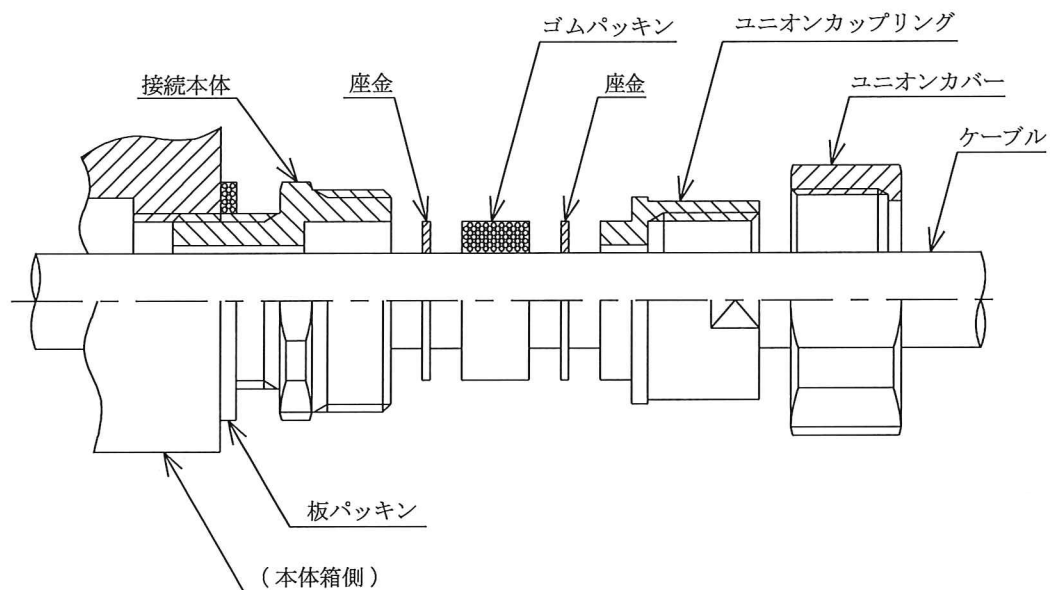
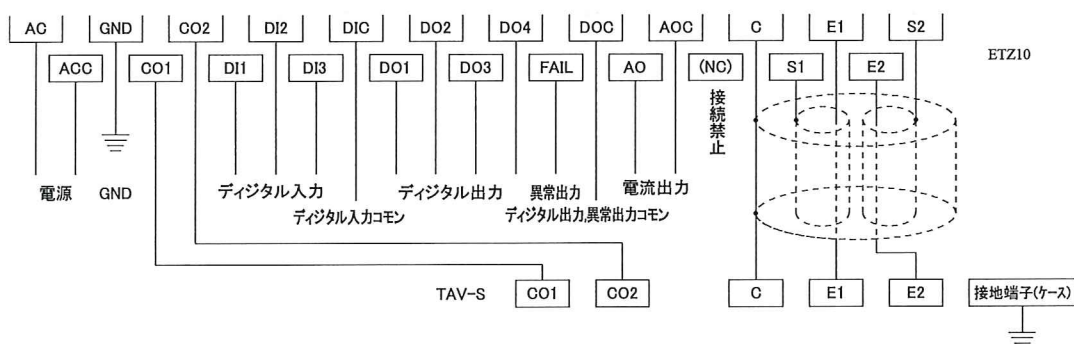
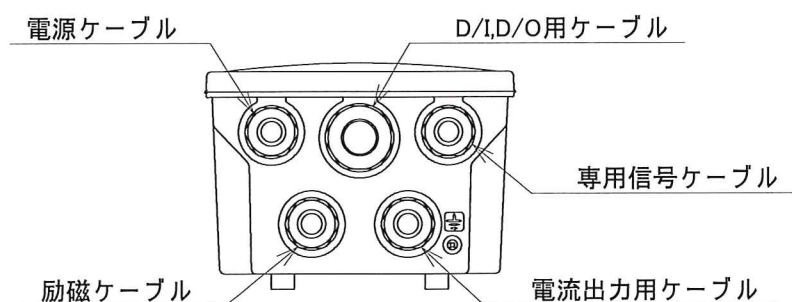
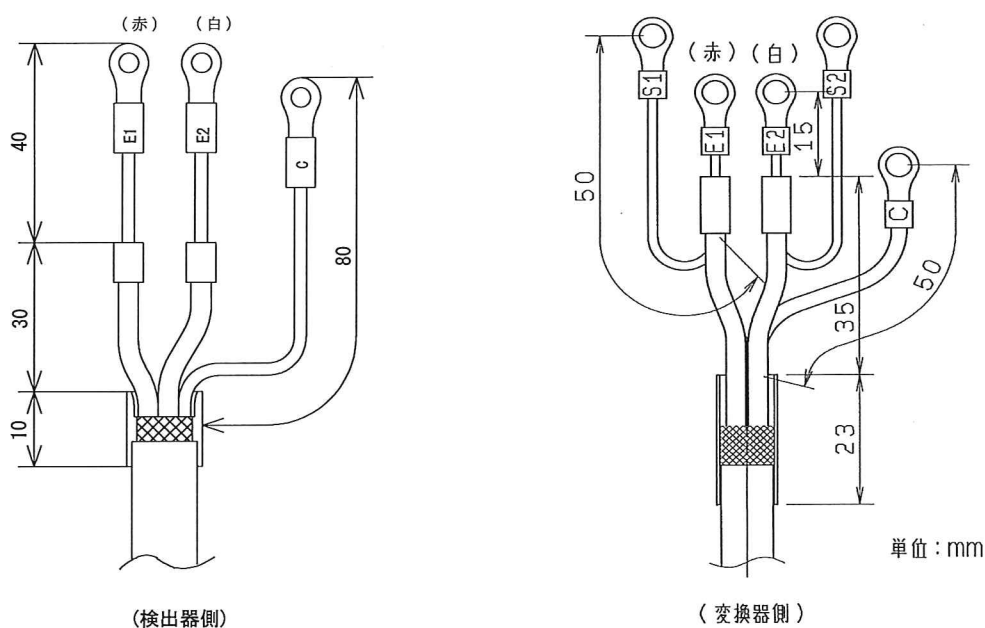

図4.7 水防グランド取付方法
図4.8 端子記号とその配線
図4.9 水防グランドとその配線
図4.10 端末処理
- (1) 検出器の防水、防塵を保つため、端子箱のカバーや水防グランドを外したまま放置しないでください。付属の水防グランドを図4.7, 図4.9のように使用してください。配線が終了したら水防グランドのグランドを確実にしめつけてシールを完全に行ってください。1つの水防グランドに通すケーブルは1本のみにしてください。複数のケーブルを通さないでください。
- (2) 配線には厚鋼管16(JIS C8305)を使用してください。なお入力信号線, 励磁線, アナログ出力信号線, デジタル信号線および電源線はそれぞれ別々のコンジットを使用してください。
- (3) 入力信号ケーブルは付属の専用信号ケーブルを使用してください。入力信号ケーブルは非常に微弱な信号を送るケーブルです。鉄製コンジットを通し、他の大電流配線やノイズを与える恐れのある配線からできるだけ遠ざけ、かつ両者を平行にしないでください。ケーブルが余った場合には、途中で丸めたりしないで余分な部分を切断してください。図4.10をご参照の上、端末処理を行ってください。このケーブルの最大長は200mです。これ以上にならないように注意してください。
- (4) 電源線、信号線へは避雷器を設置してください。
- (5) 検出器の端子箱の絶縁劣化を防止するため、雨天に屋外での配線は行わないでください。
- (6) ケーブルは途中で継ぎ足さないでください。万一不足したときには、御面倒でも全部交換してください。
- (7) 検出器への配線接続が完了したら。すみやかに検出器ターミナルカバーをとりつけてください。
- (8) 配線終了後、以下の絶縁をチェックしてください。なおこのとき、変換器側の結線は外してください。
配線は全て計器内部の端子にて行います。結線は図4.8を参照してください。必要な端子へ配線してください。配線が終了後、正しく接続されているか再確認の後、カバーを取り付けてください。また、必ず図4.9のようにそれぞれのケーブルを配線してください。
※PTC-1000(設定器)を使用してETZ10(変換器)と通信を行う場合には、電流出力ライン(図4.8 AO-AOC間)に250～800Ωの負荷抵抗を接続してください。負荷抵抗250～800Ωを接続しないと通信できません。必要に応じて250～800Ωの抵抗,受信器等をご用意ください。(詳細はPTC-1000の取説で3.接続方法を参照)
検出器に配線されている専用信号ケーブルを必ず使用してください。入力信号線は非常に微弱な信号を伝送するケーブルです。鉄製コンジットを通し、他の大電流配線やノイズを与える恐れのある配線からできるだけ遠ざけ、かつ両者が平行にならないようにしてください。ケーブルが余った場合には、途中で丸めたりしないで余分な部分を切断してください。図4.10をご参照の上端末処理を行ってください。